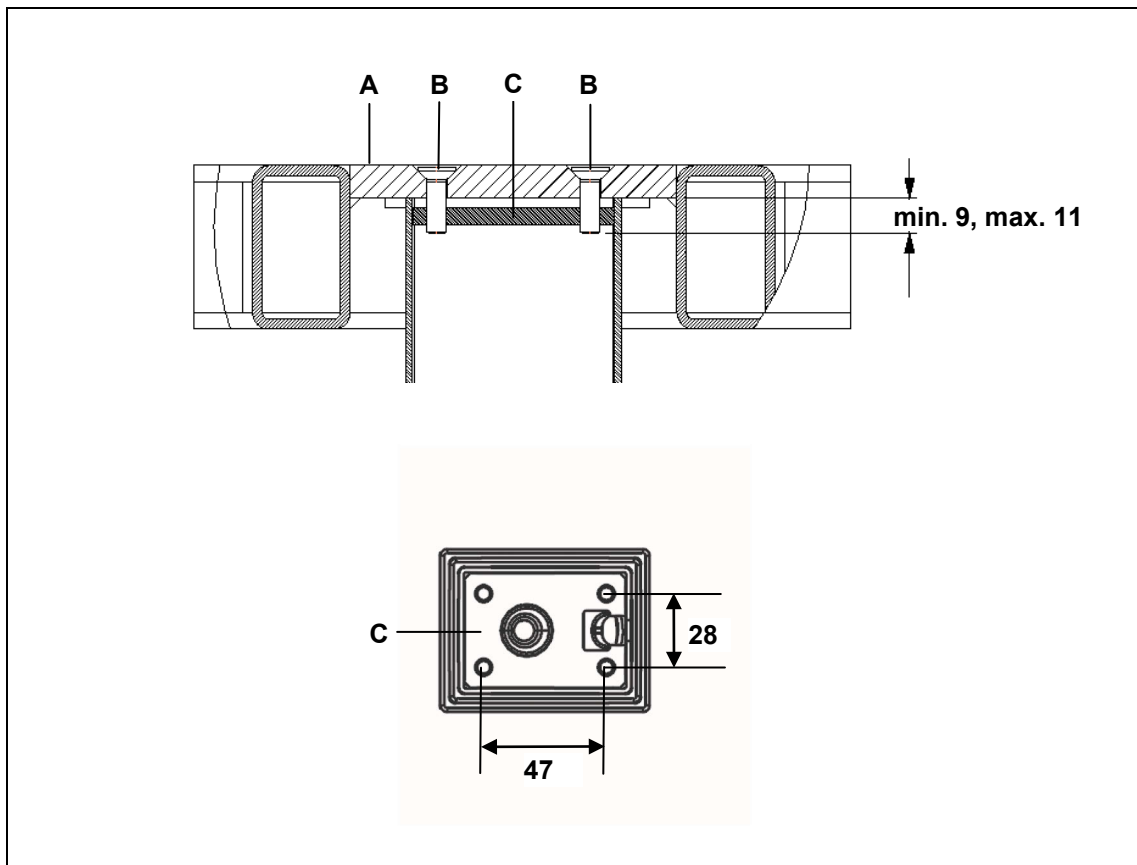
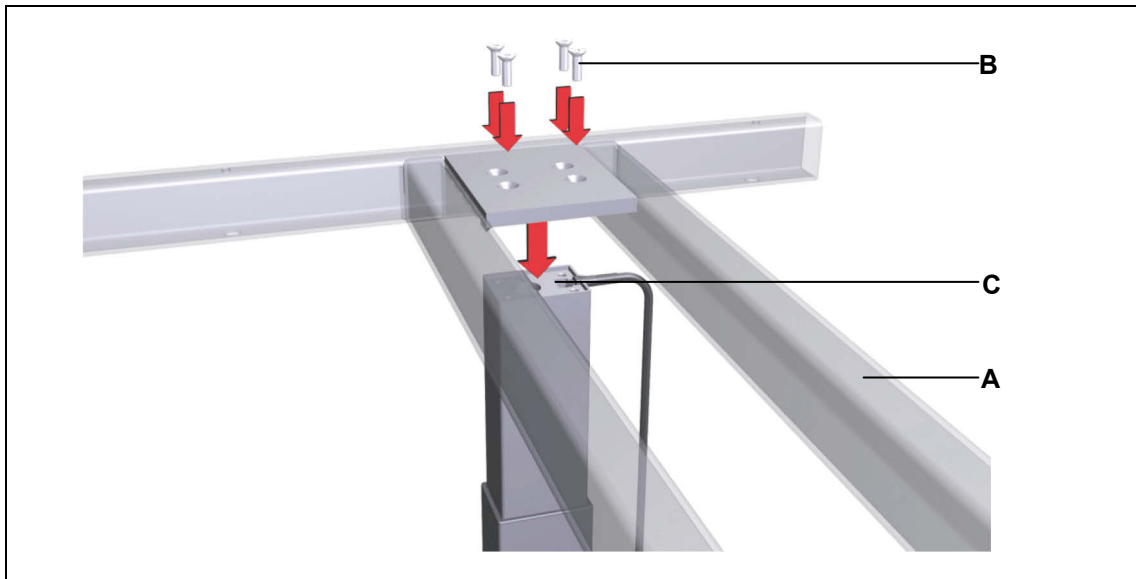

Abbildung 8 Montage Tischrahmen (Angaben in mm)
Abbildung 9 Montage Tischplatte
- ▶ Verwenden Sie Schrauben M6 (Festigkeitsklasse 8.8) geeigneter Länge, so dass die Einschraubtiefe mindestens 9 mm und maximal 11 mm beträgt, wie in Abbildung 8 gezeigt (Schraubentiefe = Stärke der Montageplatte + min. 9 bis max. 11 mm). Das Anzugsdrehmoment darf maximal 10 Nm betragen.
- 1 Legen Sie den Tischrahmen mit den Bohrungen über die Hubsäule und verschrauben Sie den Tischrahmen mit vier Schrauben an das Kopfende der Hubsäule ID21, wie in Abbildung 9 gezeigt (maximales Anzugsdrehmoment 10 Nm). Die Montagemaße entnehmen Sie Abbildung 8.